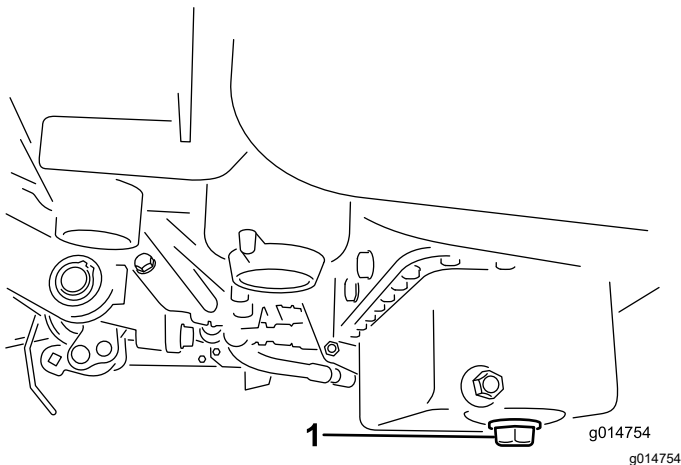

Figure 35
1. Retirez le bouchon de vidange et laissez couler l'huile dans un bac de vidange. Remettez le bouchon quand la vidange est terminée (Figure 35).